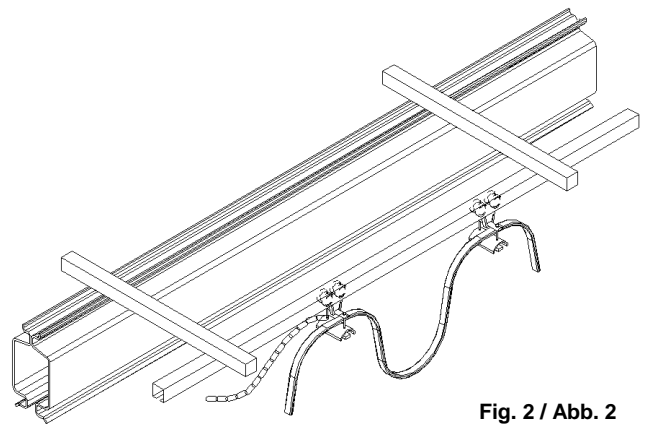

Fig. 2 / Abb. 2
- Flat cable parallel (fig. 2)
- Câble plat parallèle (fig. 2)
- Flachkabel parallel zum Profil (Abb. 2)